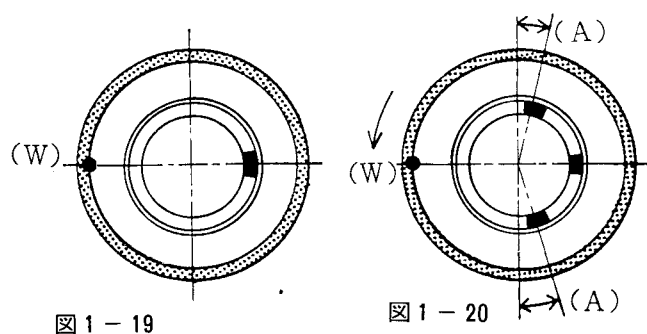

図1-19
(6) 砥石を90°回して、バランス駒をつけた側とWの側とどちらが重いか調べる (図1-19)。